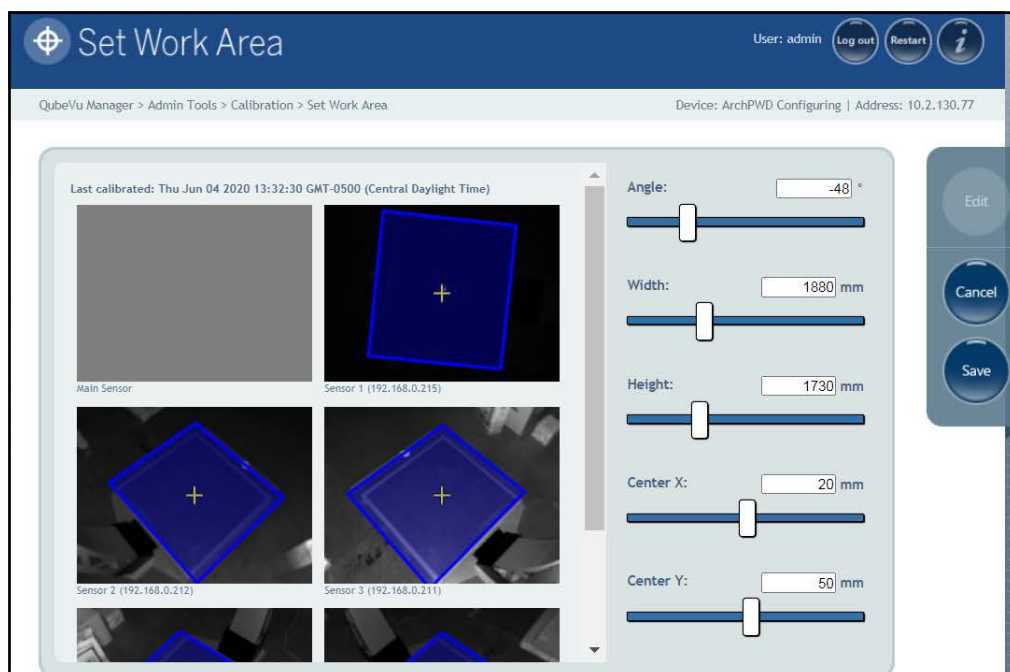

Figura 5-18. Configuración de la zona de trabajo
**NOTA:** Los valores predeterminados que se muestran en la Figura 5-18 son solo de referencia.